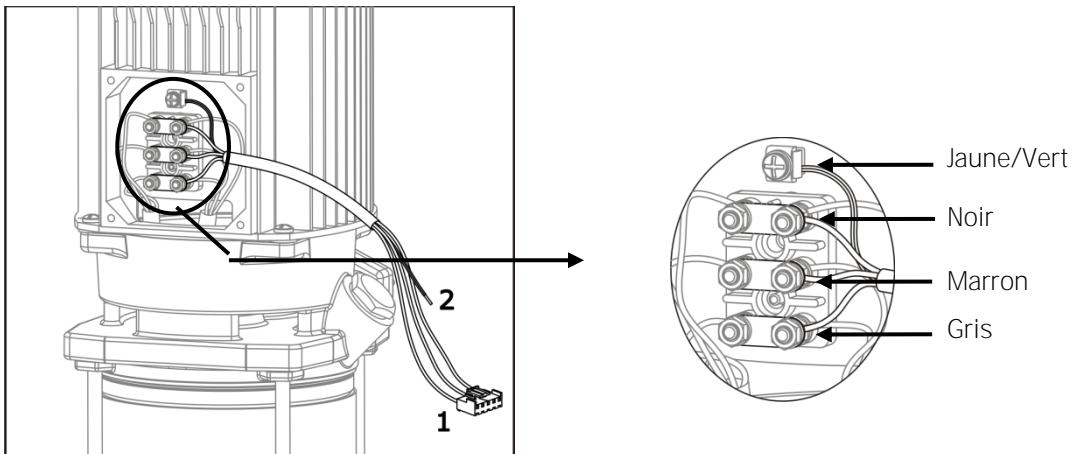

Figure 1
3.2.1) Variateur Speeddrive à entrée monophasée (figure 1) :